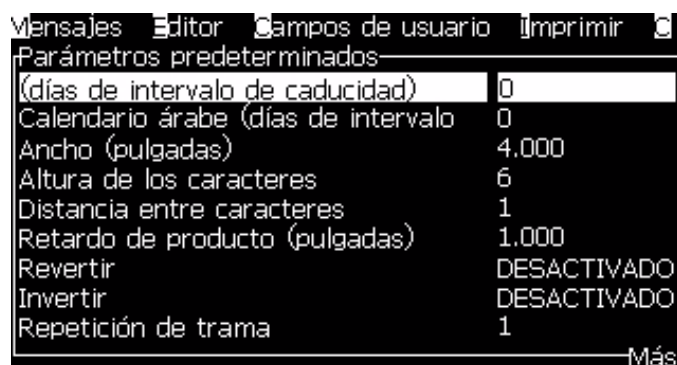

Figura 5-9. Cuadro de diálogo Default Parameters (Parámetros predeterminados)
Los diferentes parámetros disponibles (*Messages (Mensajes)* > *Default Parameters (Parámetros predeterminados)*) se muestran en la Tabla 5-10 y en la Figura 5-9 en la página 5-24.
- 2 Bajo el menú Mensajes, seleccione los Parámetros de Mensajes (Figura 5-9 en la página 5-24) para editar las válvulas.
- 2 Bajo el menú *Messages (Mensajes)*, seleccione *Message Parameters (Parámetros del mensaje)* (Figura 5-9) para editar los valores.